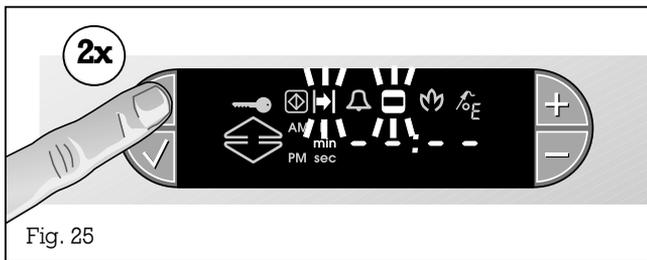

Fig. 25
- Premete due volte il tasto ⌚ (Orologio). Sul display lampeggiano i simboli -| (Fine) e ◻ (Tempo di cottura) (Fig. 25).